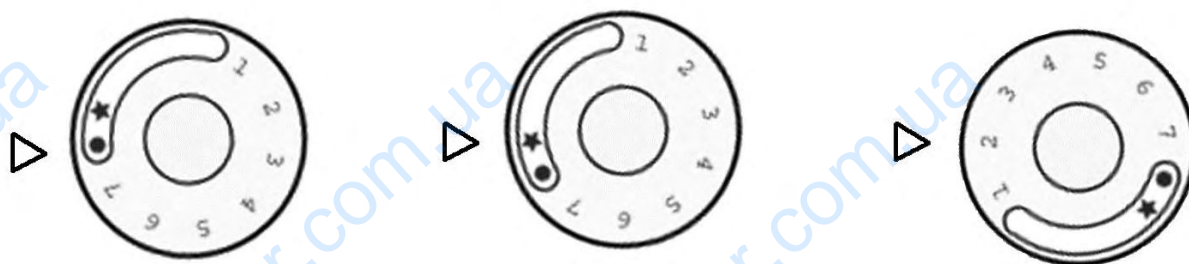

Рисунок 4
4. Котёл оснащён автоматикой EVROSIT 630. Изначально ручка управления находится в положение "точка" (рисунок 4). Растопочная и основная горелки погашены (подача газа к ним заблокирована).
- для розжига основной горелки ручка, вращением против часовой стрелки, переводится в положение от «1» до «7» в зависимости от необходимой температуры нагрева воды в контуре отопления (рисунок 4). Максимальная температура нагрева воды в контуре отопления (90°C) - соответствует положению «7» на ручке управления. При первом розжиге управляющие элементы котла устанавливаются так, чтобы была достигнута максимальная температура отопительной воды в системе для прогрева дымохода и водяного контура отопления. Прогрев осуществляется не менее часа.
6. Выключение аппарата производится путем поворота ручки в положении "точка" (рисунок 4). При этом растопочная и основная горелка погаснут. При отключении аппарата необходимо перекрыть подачу газа. Если не угрожает замерзание аппарата, можно оставить в нем воду, в противном случае необходимо слить воду из аппарата и системы.